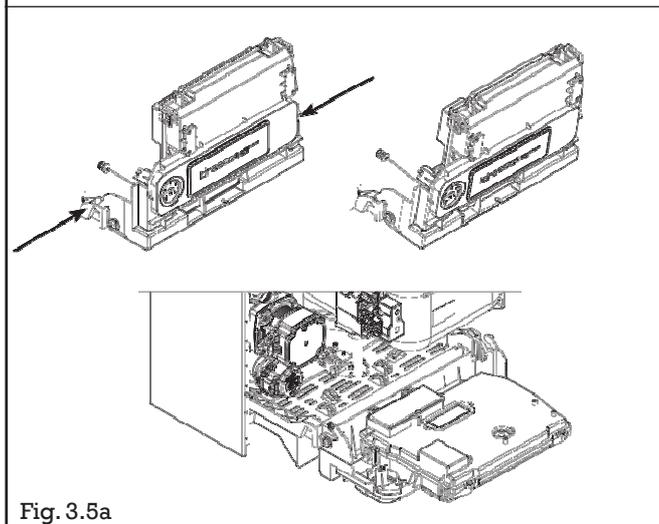

Fig. 3.5a
- Premere i tasti laterali del quadro comandi e sganciarlo (Fig 3.5a)